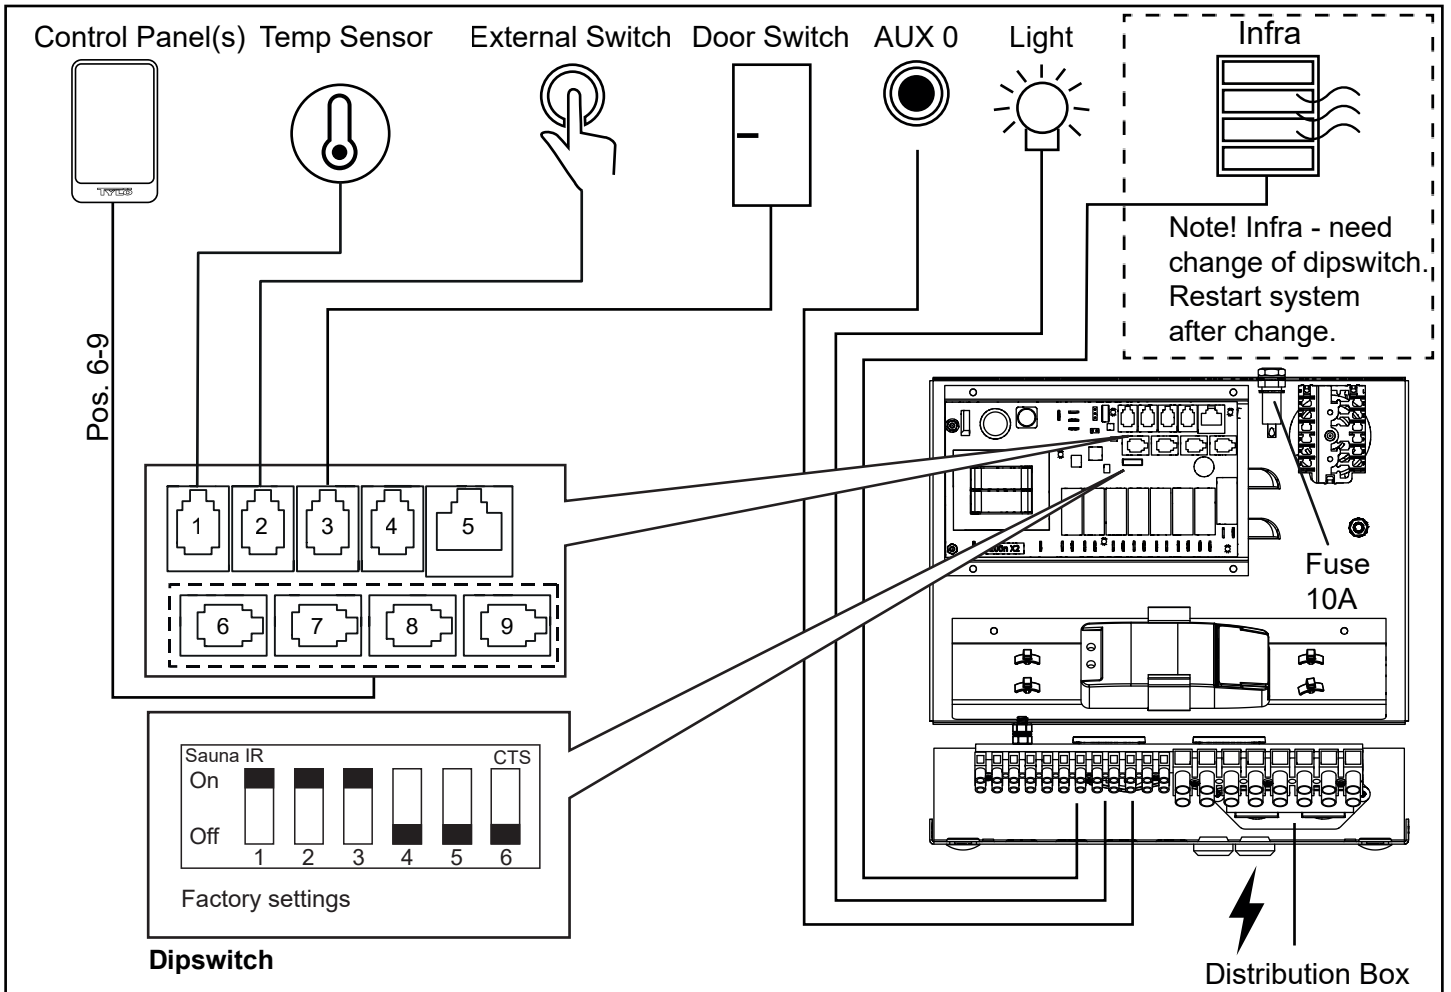

Rysunek 14. Schemat okablowania
3. Podłącz przewód zasilający (patrz rysunek 10) zgodnie ze schematem połączeń (patrz rysunek 14).
6. Podłącz przewód oświetlenia (jeśli jest potrzebny), patrz rysunek 10, zgodnie ze schematem okablowania, rysunek 14.